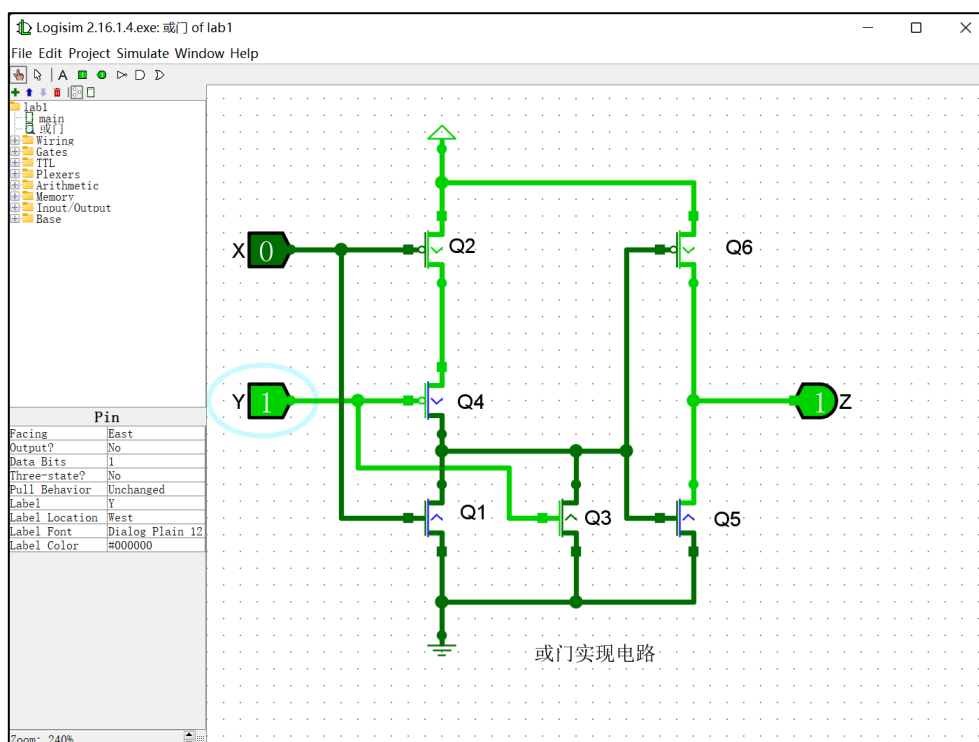

图 1.11 实现或门时的电路验证图
5) 仿真验证电路。如图 1.11 所示，进入仿真状态，改变输入引脚赋值，记录输出引脚值。保存电路设计文件。